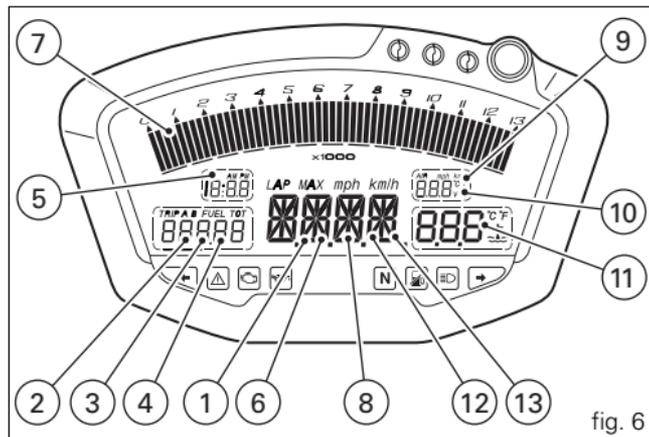

fig. 6
12) **Indicateur d'entretien préventif (SERV)** (fig. 6).
13) **Acquisition (USB)** (fig. 6).